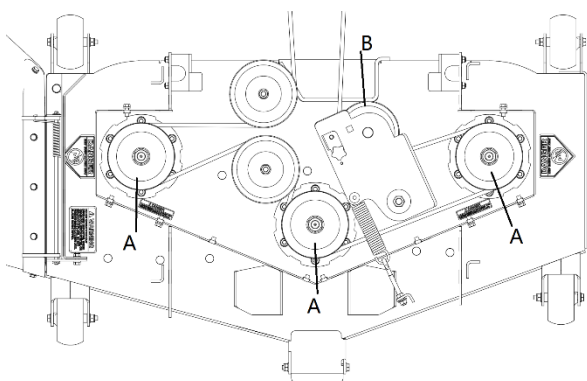
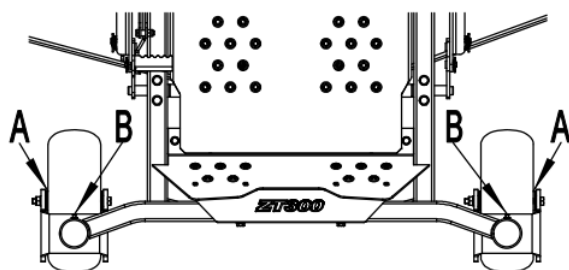

Рис. 10
Рис. 11
НЕ допускайте скопления излишков смазки на деталях или вокруг них, особенно при работе в песчаных районах. Точки смазки см. на сопроводительных иллюстрациях (рис. 10 и рис. 11).
6.10.4 Нож газонокосилки должен иметь режущую кромку не более 0,40 мм (В, Рисунок 11) или меньше.